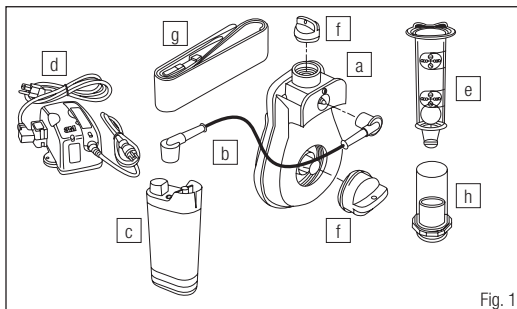

Fig. 1
5. Conecte o cabo de energia à bateria e à unidade PAPR como demonstrado nas Figs. 1 e 2.
6. Conecte o cabo de energia entre a bateria e a unidade motor/ventoinha (Fig. 1 e 2).